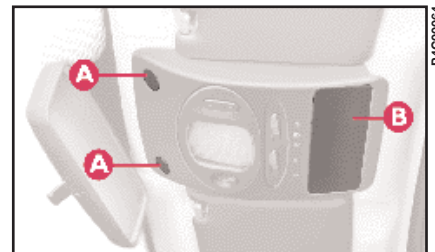

fig. 26
- 1) Togliere i 2 tappi in plastica **A** e sganciare il coperchietto **B** (fig. 26).